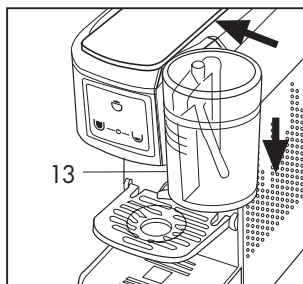

Fig. 19
Placer le verre (13) dans son siège sur la machine en le poussant bien à fond. **(Fig.19)**